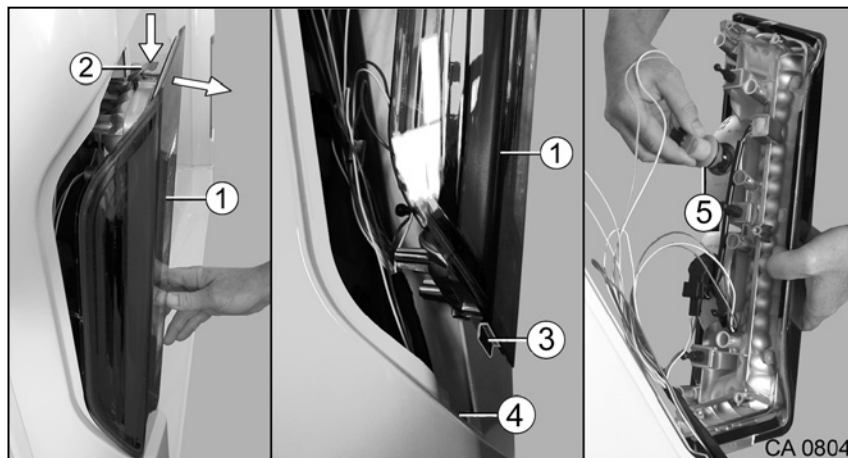

Fig. 212 Remplacement de l'ampoule sur le support de feu arrière
Si, lors du changement d'ampoule sur le support de feu arrière (Fig. 212/1) on travaille avec un outil non approprié ou si le câble est trop sollicité, il y a risque de détérioration.
Ne pas laisser pendre le support de feu arrière (Fig. 212/1) par les câbles !
1. Tirer le support de feu arrière (Fig. 212/1) en haut en dehors jusqu'à ce que le clip de fixation (Fig. 212/2) soit visible.
2. Pousser le clip de fixation (Fig. 212/2) vers le bas tout en sortant encore davantage le support de feu arrière (Fig. 212/1).
3. Soulever le support de feu arrière (Fig. 212/1) et retirer l'entretoise (Fig. 212/3) hors de l'évidement (Fig. 212/4).
4. Enlever prudemment le support de feu arrière (Fig. 212/1), bien le tenir et le déposer dans un endroit approprié.
5. Tirer le culot de lampe (Fig. 212/5) enfiché en dehors et remplacer l'ampoule défectueuse.